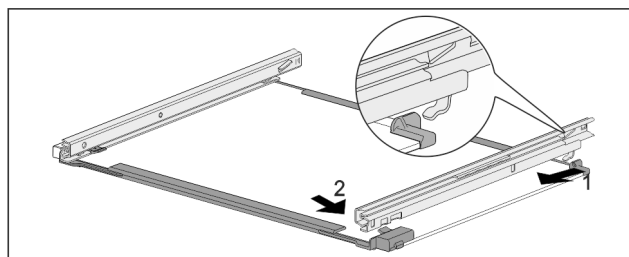

Fig. 82 Tablette en verre avec rails
- ▶ Accrocher le rail à l'arrière. Fig. 82 (1)
- ▶ Accrocher le rail à l'avant. Fig. 82 (2)